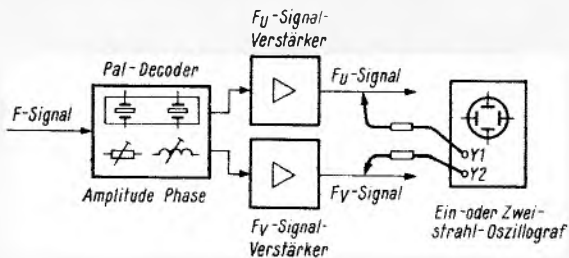

Bild 107. Meßanordnung bei Abgleich des Pal-Decoders. Oszillografen im F_U - bzw. F_V -Kanal (oder $F_{(B-Y)}$ - bzw. $F_{(R-Y)}$ -Kanal) anklammern
1. Oszillograf am F_V -Ausgang des Pal-Decoders (oder am Ausgang des F_V -Verstärkers) anschließen (Bild 107).
1. Regenbogensignal am Antenneneingang einspeisen. Oszillograf am F_V - oder F_U -Ausgang des Pal-Decoders anschließen (vgl. Bild 107).